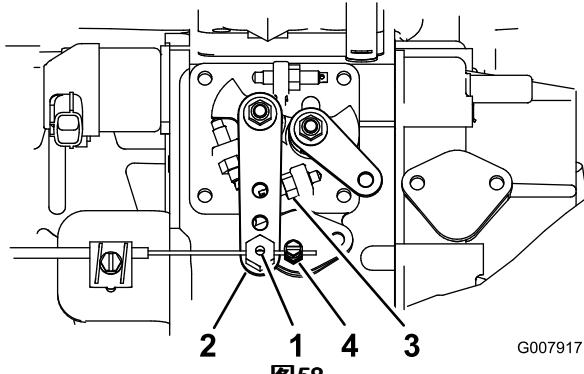

图58
2. 拧松油门拉线接头，接头位于油门拉线上靠近喷射泵控制杆的地方（图58）。
3. 将喷射泵控制杆臂固定到高急速限位螺栓（图58）上。